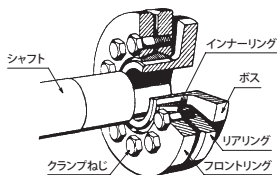

図11
- クランプディスクのフロントリング、リアリング、インナーリングのテーパ面には予めグリス(モリブデン二硫化物)を塗布していますがそのまま使用してください。シャフト・ボスなどの接触部を清掃し、薄くオイルを塗布してください。但し、**(注)モリブデン二硫化物や極圧添加剤入りのオイルやグリスは厳禁です。(図11)**